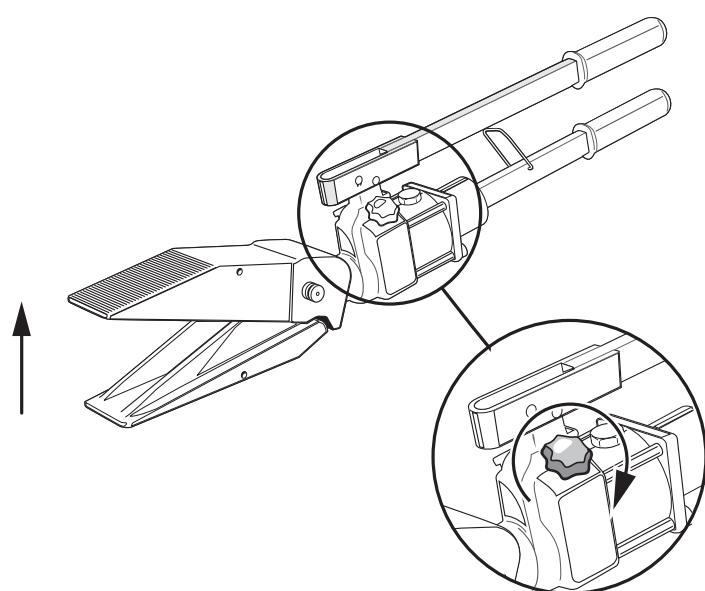

Fig. 3
- Close the release valve by turning the release knob clockwise (Fig. 3).
- Entlastungsventil durch Drehen des Drehknopfes im Uhrzeigersinn schließen (Abb. 3).